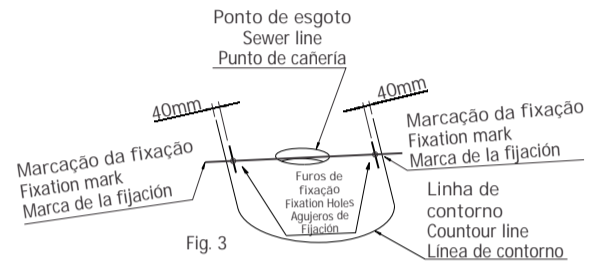

Fig. 3
Posicione a bacia no local de instalação, trace no piso uma linha em todo o contorno da base da louça, marque também no piso a posição dos furos de fixação da bacia (Fig. 3). Retire a bacia e ligue as duas marcações referentes a fixação com uma reta. Medir 40mm a partir da linha de contorno da bacia, sobre a linha de fixação e marcar. Furar o local demarcado com uma broca de 10mm e inserir a bucha S10C (item 1). (Fig. 4).
With the basin in its installation location, draw a line around the external lateral surface of the basin and mark the flooring according to the center of the fixing holes (Fig. 3). Remove the basin, extend the reference lines to the fitting holes, measure 40mm in the direction of the sewer line and mark the floor (Fig. 4). Drill a hole at the demarcated location with a drill bit of 10mm and insert the S10C bushing (item 1). (Fig. 4).
Posicionar el sanitario en el local de instalación, diseñar una línea en el piso contornando toda la lateral externa del sanitario y marcar el piso de acuerdo con el centro de los agujeros de fijación (Fig. 3). Retirar el sanitario, prolongar las líneas referentes a los agujeros de fijación, medir 40mm en dirección al punto de alcantarilla y marcar el piso (Fig 4). Romper el local señalado con un taladro de 10mm e introducir el buje S10C (item 1). (Fig. 4).